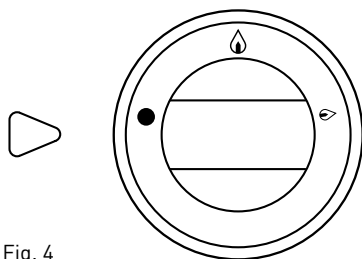

Fig. 4
- Dopo aver fritto la carne, ruotare la manopola ON/OFF del meccanismo di riscaldamento (3) nella posizione „spento” (fig. 4).